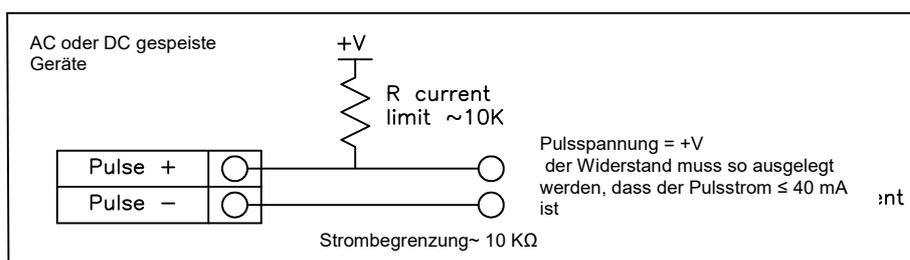

Bild 41 Galvanisch getrennter Puls-Ausgang (externer Hilfsenergie)
1. Mit separater Hilfsenergie (Bild 41)